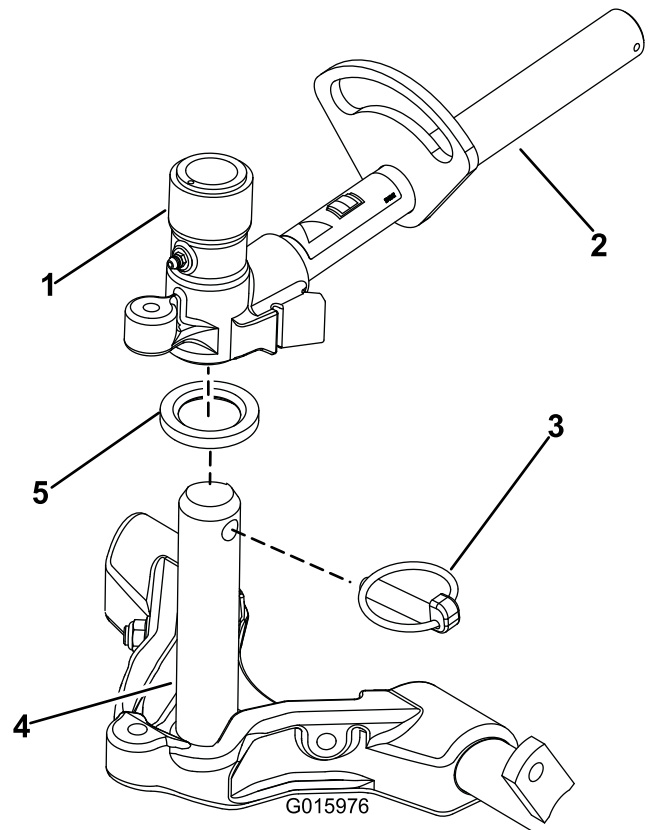

図 14
- 8. キャリアフレームのシャフトにきれいなグリスを塗る (図 14)。
9. フロントに取り付けるカッティングユニットは、昇降アームの下に入れるときにキャリアフレームのシャフトを立てて昇降アームのピボットヨークに挿入する（図 14）。ラストワッシャがキャリアフレームのシャフトの所定位置にあることを確認してください。
10. クリックピンを使って、キャリアフレームシャフトを昇降アームのヨークに固定する（図 14）。
- B. 昇降アームのヨークをキャリアフレームのシャフトに通す（図 14）。